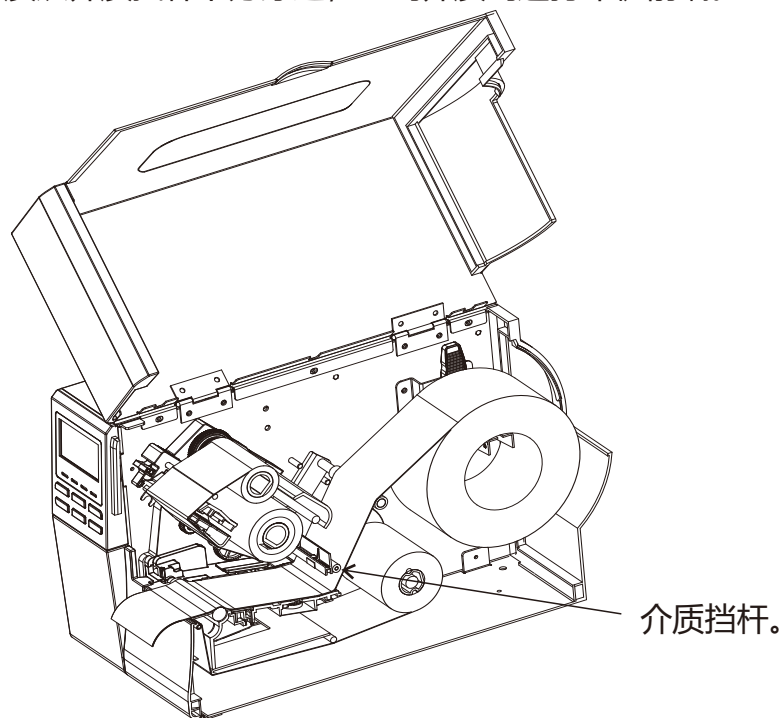

图11
2.7.6 如图11,将介质从介质挡杆下方穿过,直到介质到达打印机前端。